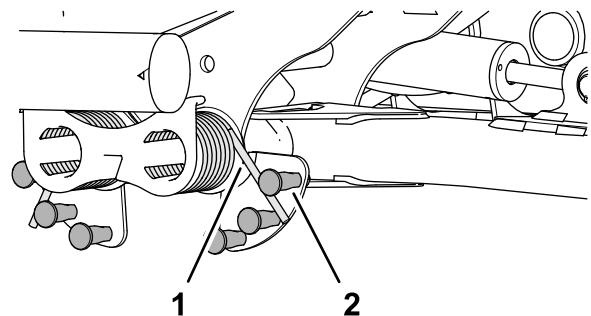

Figura 84
2. Inserite l'estremità lunga della molla di contrappeso in un tubo o in un oggetto simile e orientate la molla attorno al perno di spallamento nella posizione desiderata (Figura 84).